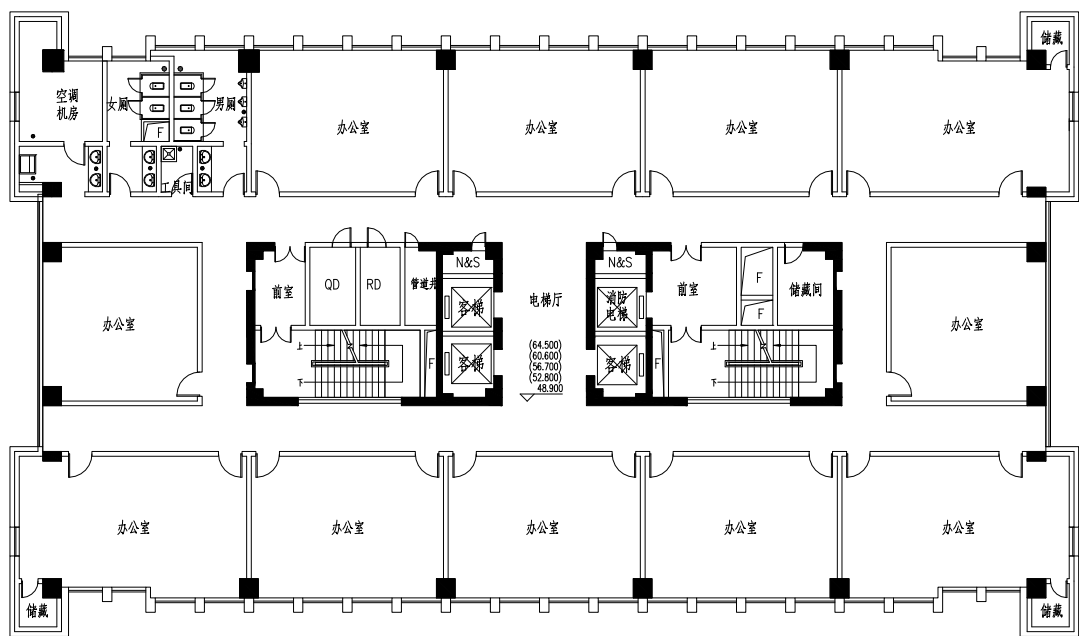

图 14-1 打开十三至十七层建筑平面图
**01** 打开素材文件。按下 Ctrl+O 组合键，打开配套光盘提供的“第 14 章/十三至十七层原建筑平面图.dwg”文件，并将尺寸标注所在的“AXIS”图层关闭，结果如图 14-1 所示。